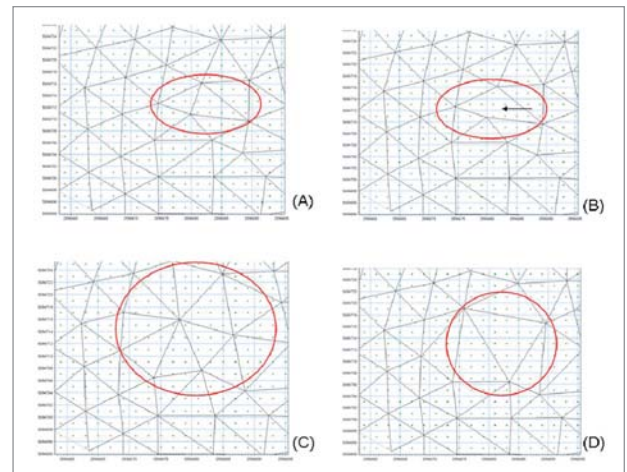

Abb. 3 (oben): Beispiele für die Anwendung des neuen Mesh-Generators
Die Abbildung 3 zeigt zwei Elemente (A), die mit Hilfe der Toolbar zusammengefügt werden (B). Dieser Bereich wird dann neu trianguliert (C), d. h. wieder in dreieckige Elemente unterteilt.
Je nach Definition des Gebietes, das re-trianguliert werden soll, entstehen neue Dreiecke wie in Abbildung 3 (C) und (D) zu sehen. Zusätzlich können die maximale Elementgröße und die minimalen Winkel eingestellt werden, die beim Re-Triangulieren eingehalten werden sollen.